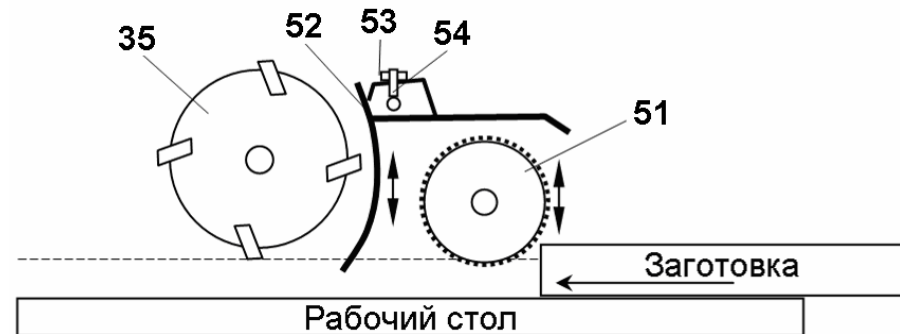

Рис.18
17. ДОПОЛНИТЕЛЬНЫЕ РЕКОМЕНДАЦИИ ПО РЕГУЛИРОВКЕ, (Рис.18,19)
Для чего необходимо, Рис. 18: